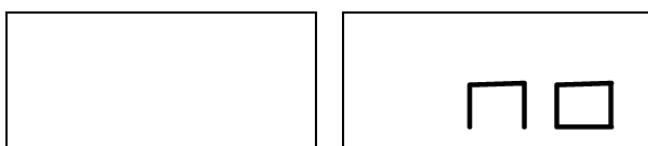

Рис. 6.2 - Программа Скрытых Грузиков невозможна или для выбранной позиции не допускается
- Если выбранный угол больше 120°, на стенде отображается надпись, как на рис. 6.2, в течение одной секунды и будет издаваться трехкратный звуковой сигнал, это означает, что необходимо повторить процедуру в шаге 7 еще раз. Если угол меньше 120°, то стенд немедленно выведет значение внешнего грузика W2;